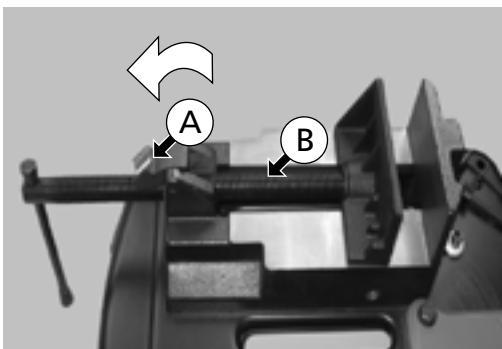

Abb. 15
1. Die Schraube (A) eine halbe Umdrehung in Pfeilrichtung drehen (Abb. 15).
Elemente auf Abb. 15 - 18